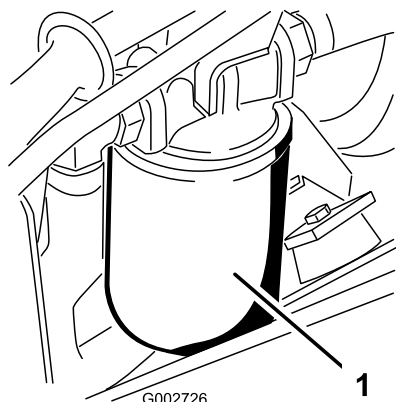

Figura 45
- Coloque um recipiente de escoamento debaixo do filtro hidráulico, que se encontra no lado esquerdo da máquina (Figura 45).
- Monte o novo filtro hidráulico (Figura 45) rodando-o manualmente até que a junta entre em contacto com a cabeça do filtro, apertando em seguida o filtro mais 3/4 de volta.